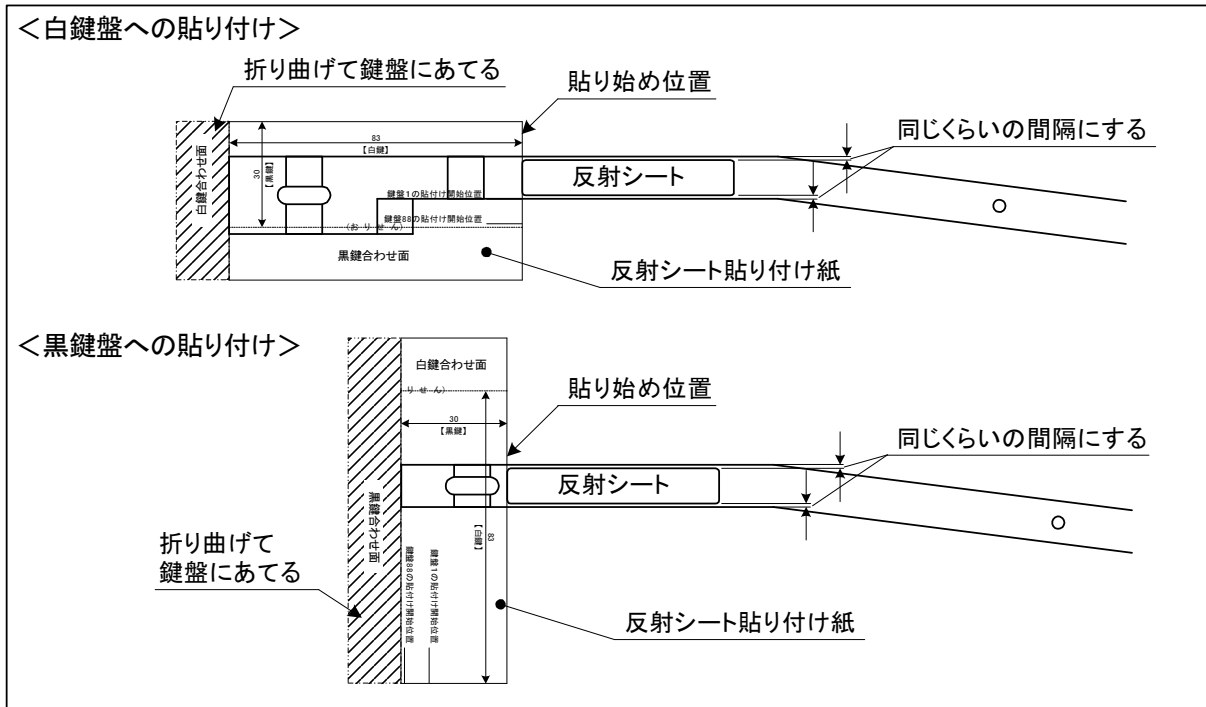
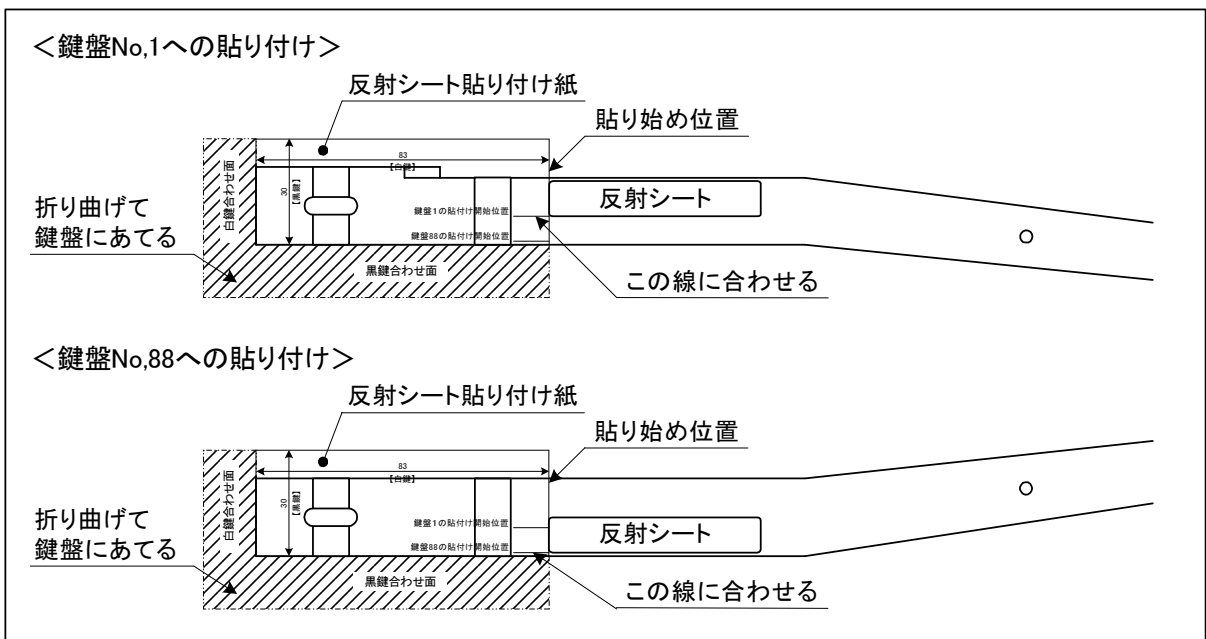

図2.4-6 反射シートの貼り付け
図2.4-7 白鍵No.1とNo.88への貼り付け
- (8) 白鍵盤と黒鍵盤から1本ずつを選び、反射シート貼り付け紙を用いて、反射シートを貼り付ける。反射シート貼り付け紙の白鍵盤は【白鍵合わせ面】、黒鍵盤は【黒鍵合わせ面】をそれぞれに折り曲げ、鍵盤の先端部に当てて、各鍵盤用の間隔を取り貼り付ける。(図2.4-6を参照)尚、鍵盤No.1とNo.88は反射シートを貼る場所の幅が広がっているので、図2.4-7の様に、反射シート貼り付け紙の【白鍵合わせ面】と【黒鍵合わせ面】の両面を折り曲げ、鍵盤の先端部と側面部の両面に当てて、鍵盤先端からと側面の両方向から間隔を取って貼り付ける。
- (9) 反射シートを貼り付けた鍵盤をピアノに取り付け、キーボードユニットのセンサーと反射シートの位置関係を確認する。反射シートの下にセンサーがある場合は、図2.4-6と図2.4-7の要領で全ての鍵盤に反射シートを貼り付ける。もし、センサーが外れている場合は、センサーに合わせて反射シートの位置を変えて貼り直し、残り全ての鍵盤も同じ位置に貼り付ける。